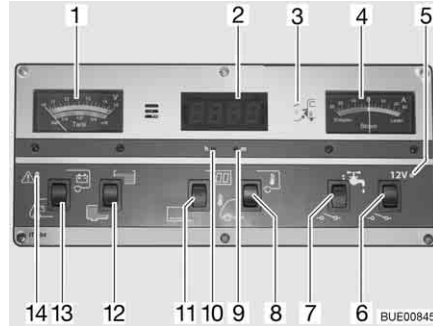

Fig. 155 Panel IT 994
Observar la escala superior del instrumento indicador V/depósito (Fig. 155,1). El instrumento indicador se ilumina automáticamente al accionar el interruptor.
- Pulsar el interruptor basculante (Fig. 155,13) por abajo: Indica la tensión de la batería del motor de arranque.
- Pulsar el interruptor basculante (Fig. 155,13) por arriba: Indica la tensión de la batería del habitáculo.
Observar la escala inferior del instrumento indicador V/depósito (Fig. 155,1). El instrumento indicador se ilumina automáticamente al accionar el interruptor.
- Pulsar el interruptor basculante (Fig. 155,12) por arriba: Indica la cantidad de agua.
- Pulsar el interruptor basculante (Fig. 155,12) por abajo: Indica la cantidad de aguas residuales.
La luz roja de ALARMA (Fig. 155,14) parpadea en cuanto la tensión de la batería del habitáculo baja de 11 V (medición durante el servicio) y hay peligro de descarga completa.
- Pulsar el interruptor basculante (Fig. 155,11) por arriba: El indicador del reloj digital está conectado. El indicador de temperatura está listo para funcionar.
- Pulsar el interruptor basculante (Fig. 155,11) por abajo: El indicador del reloj digital y el indicador de temperatura están desconectados.
- Con ayuda de un objeto delgado, p. ej. una mina de bolígrafo, hacer presión en el orificio para horas (Fig. 155,10) hasta obtener la hora deseada.
- Con ayuda de un objeto delgado, p. ej. una mina de bolígrafo, hacer presión en el orificio para minutos (Fig. 155,9) hasta obtener los minutos deseados.
- Pulsar el interruptor basculante (Fig. 155,8) por arriba: Indica la temperatura interior.
- Pulsar el interruptor basculante (Fig. 155,8) por abajo: Indica la temperatura exterior.
El instrumento indicador (Fig. 155,4) indica constantemente la corriente actual suministrada por la batería. El instrumento indicador se ilumina automáticamente al accionar el interruptor.
El interruptor principal de 12 V (Fig. 155,6) conecta y desconecta el panel y la alimentación de 12 V del habitáculo.
Conectar: ■ Pulsar el interruptor basculante (Fig. 155,6) por arriba: La alimentación de 12 V del habitáculo está conectada. La luz de control (Fig. 155,5) se enciende de color verde.
Desconectar: ■ Pulsar el interruptor basculante (Fig. 155,6) por abajo: La alimentación de 12 V del habitáculo está desconectada. La luz de control (Fig. 155,5) se apaga.
Se enciende la luz de control de 12 V (Fig. 155,5) cuando se conecta el interruptor principal de 12 V (Fig. 155,6).
Se enciende la luz de control de 230 V (Fig. 155,3) amarilla cuando hay tensión de red en la entrada del bloque eléctrico.
Conectar: ■ Pulsar el interruptor basculante (Fig. 155,7) por arriba: El suministro de agua está conectado.
Desconectar: ■ Pulsar el interruptor basculante (Fig. 155,7) por abajo: El suministro de agua está desconectado.